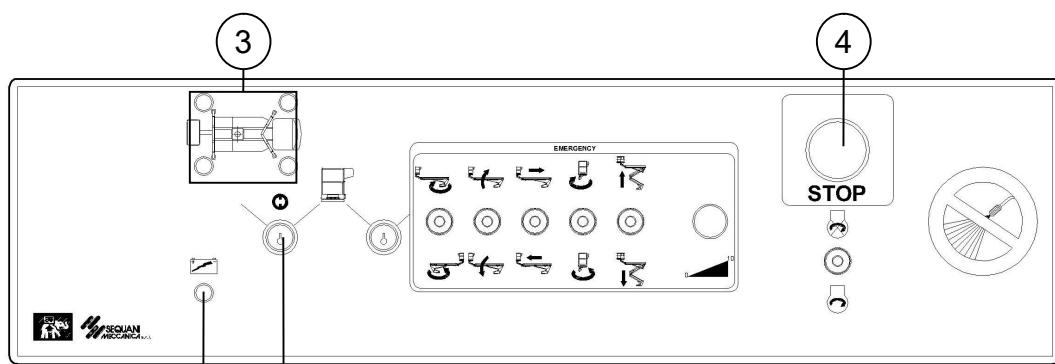

fig. 4.3.6
- ruotare la chiave del selettor (pos.1 *fig. 4.3.6*) nella posizione “Piattaforma di lavoro”
- inserire la chiave nel selettori del quadro comandi a terra e ruotarla in posizione "stabilizzatori" (pos. 1 fig. 4.3.6)
- verificare lo spegnimento delle spie gialle degli stabilizzatori (pos. 3 fig. 4.3.6)
- ruotare la chiave nella posizione "neutra" ed estrarla dal selettori (pos. 1 fig. 4.3.6).